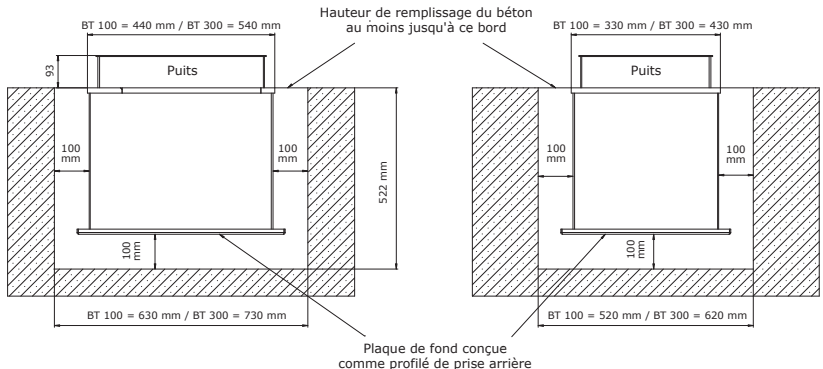

Fig. 1: Ouverture au sol pour coffres-forts encastrés
- Le coffre-fort devant être entouré de tous les côtés d'une couche de béton d'au moins 100 mm d'épaisseur, l'évidement dans le sol doit être au moins 100 mm plus grand que les dimensions extérieures du coffre-fort (voir figure 1).